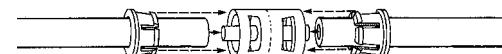

Figura 4-19b. Inserción de los extremos de los tubos
7. Inserte los extremos del tubo en el conector (**Figura 4-19b**).